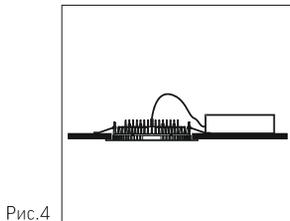

Рис.4
- ▶ Так выглядит установленный светильник рис. 4, рис. 4а.
Рис.4а